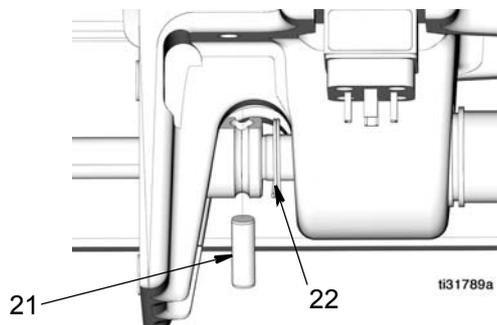

FIG. 33
3. Meta el pasador (21) por el orificio de alineación. Empuje el resorte de retención (22) sobre el pasador (FIG. 33).